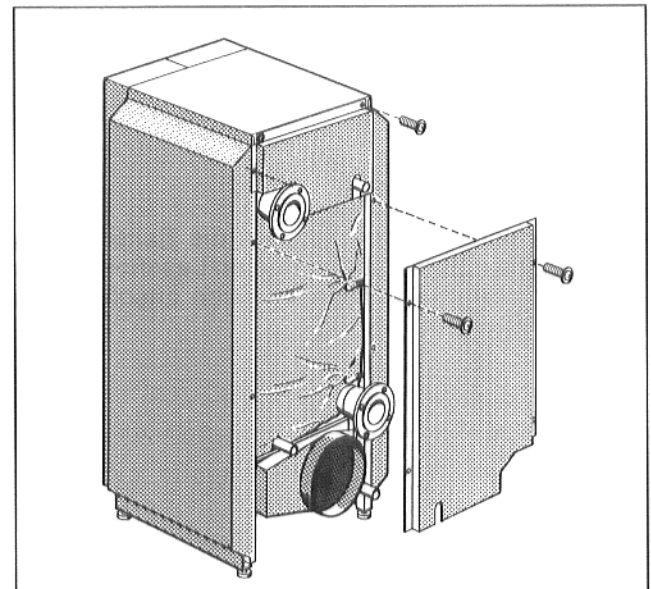

Abb. 13
- Obere Rückwand an den Seitenwandabkantungen anlegen und rechts und links mit je 1 Blechschraube in der Haube und in der Seitenwandabkantung verschrauben (Abb. 13).
- Untere Rückwand an den Seitenwandabkantungen anlegen und rechts und links mit je 2 Blechschrauben verschrauben (Abb. 13).